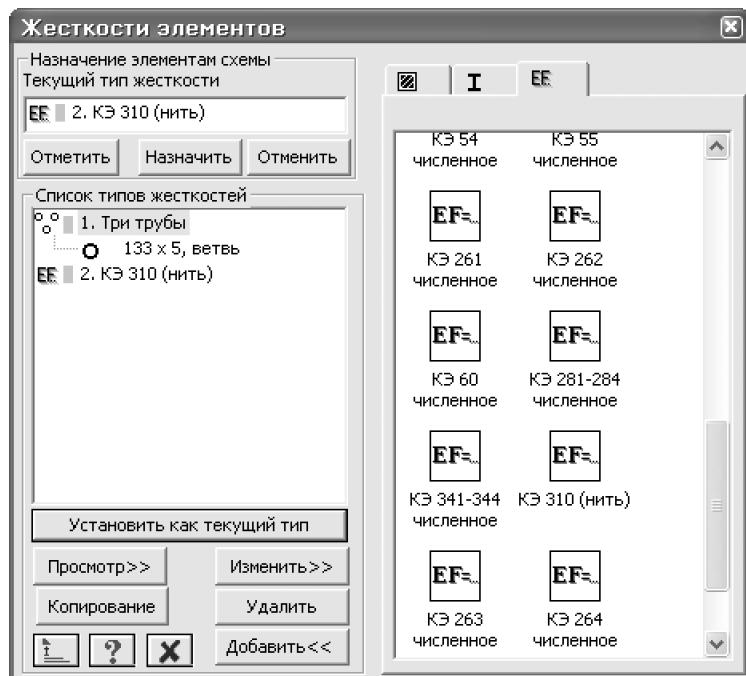

Рис.8.9 Диалоговое окно **Жесткости элементов**
- С помощью меню **Жесткости** ⇒ **Жесткости элементов** (кнопка  на панели инструментов) вызовите диалоговое окно **Жесткости элементов** (рис.8.9).